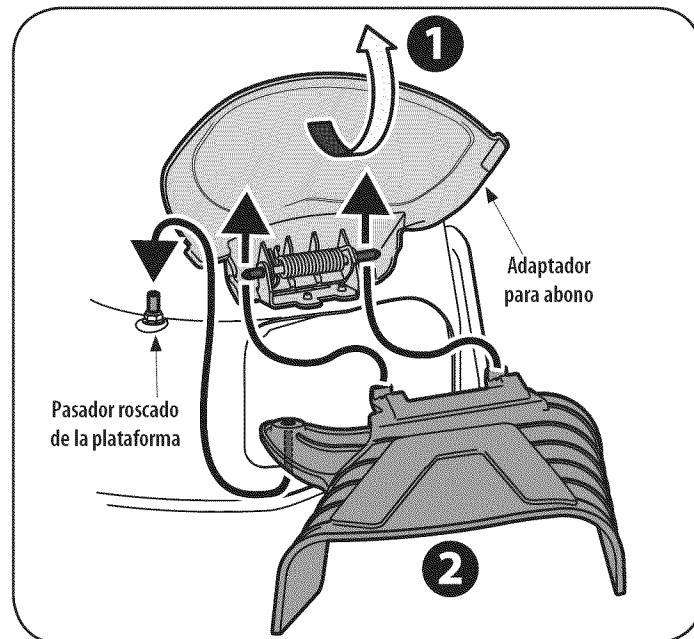

Figura 4
1. En el costado de la cortadora, levante el adaptador para abono. Vea la Figura 4.
2. Deslice dos ganchos de la tolva de descarga lateral bajo el pasador de bisagra del conjunto del adaptador para abono y ubique el orificio de la tolva sobre y en el pasador roscado de la plataforma que está detrás de la abertura de descarga. Vea la Figura 4. Baje el adaptador para abono.